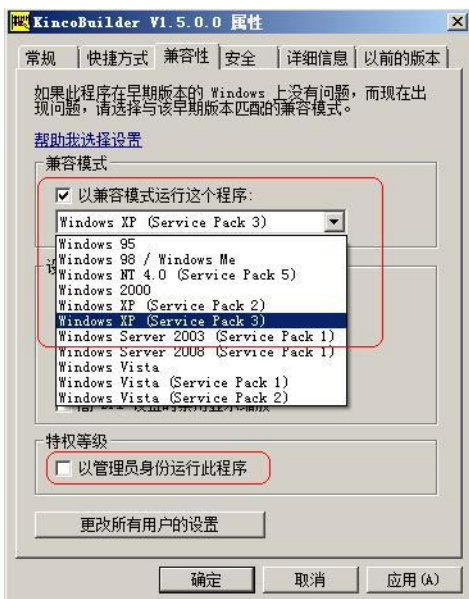

图 2-1 Windows “兼容性” 设置
- 在【属性】对话框中，进入【兼容性】页面进行设置，如图 2-1。